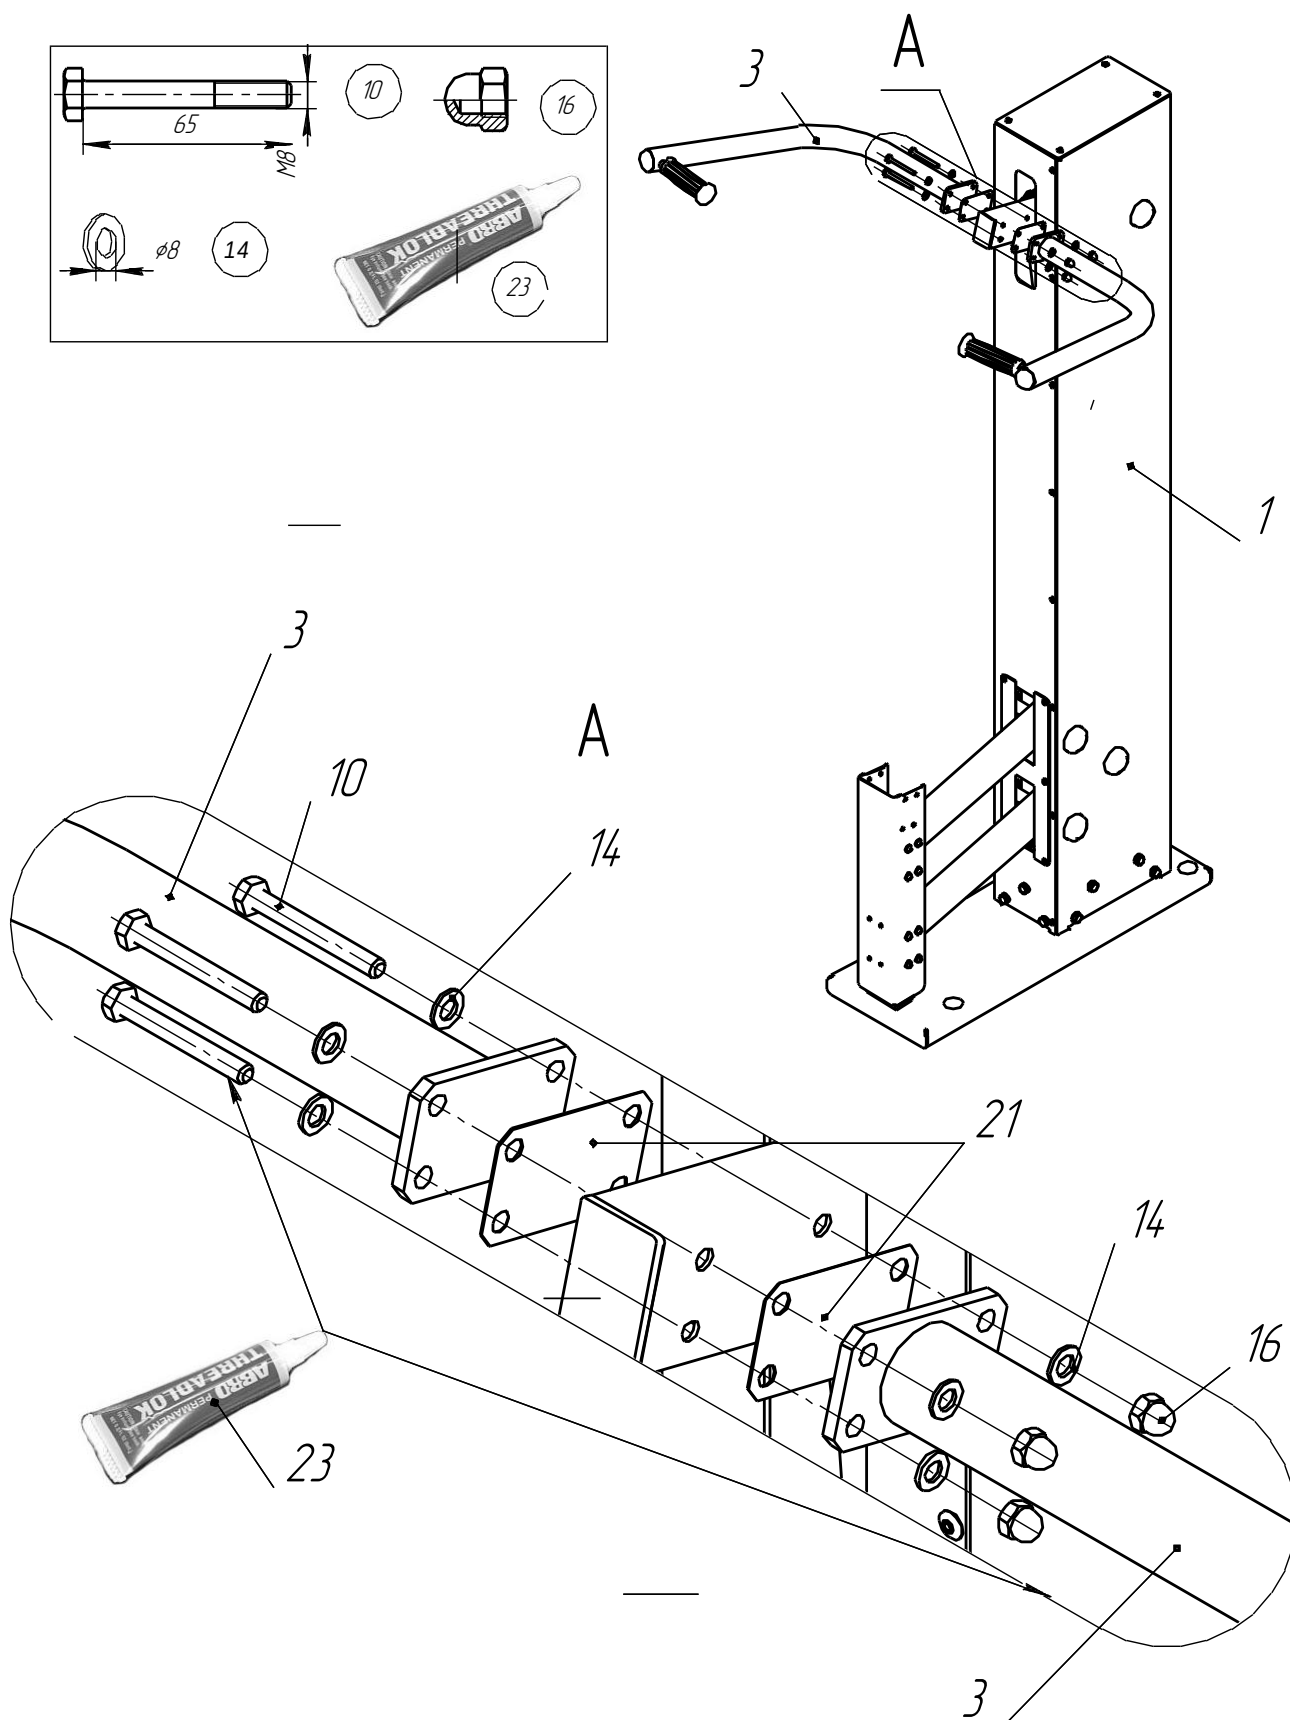

Рис.6
10.3.3.2 Установить сиденье (рис.6, 8, 9)